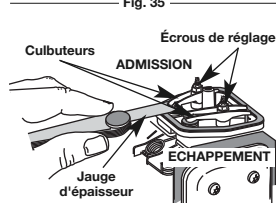

Fig. 36
- Le piston est au sommet de sa course lorsqu'on regarde par le trou de la bougie (Fig. 36)
L'écart de jeu recommandé pour l'admission et l'échappement est de 0,076 – 0,152 mm (0,003 – 0,006 po). Servez-vous d'une jauge d'épaisseur d'automobile standard de 0,127 mm (0,005 po). La jauge d'épaisseur devrait pouvoir glisser entre le culbuteur et la tige de soupape en rencontrant une faible résistance mais sans coller (Fig. 36 & 37).